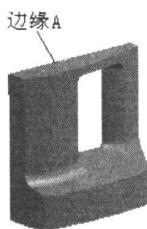

图1-20 边缘A
- 参考边缘 (Reference Edges) = 边缘 A, 见图 1-20。